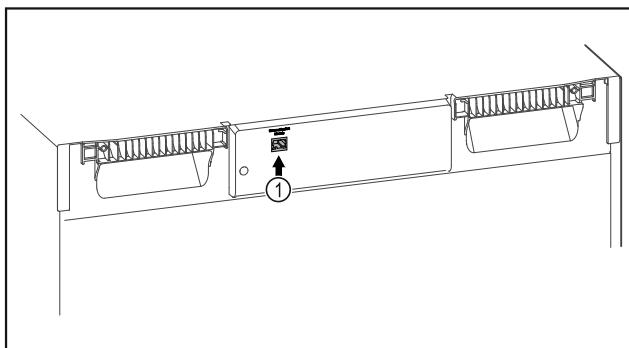

Fig. 115
- SmartModule Fig. 115 (1) naudojamas.